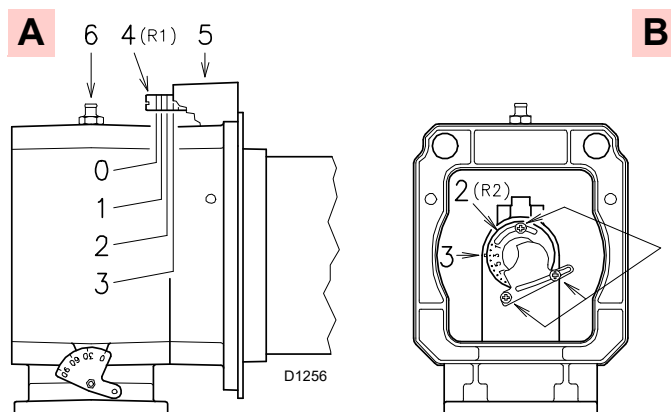
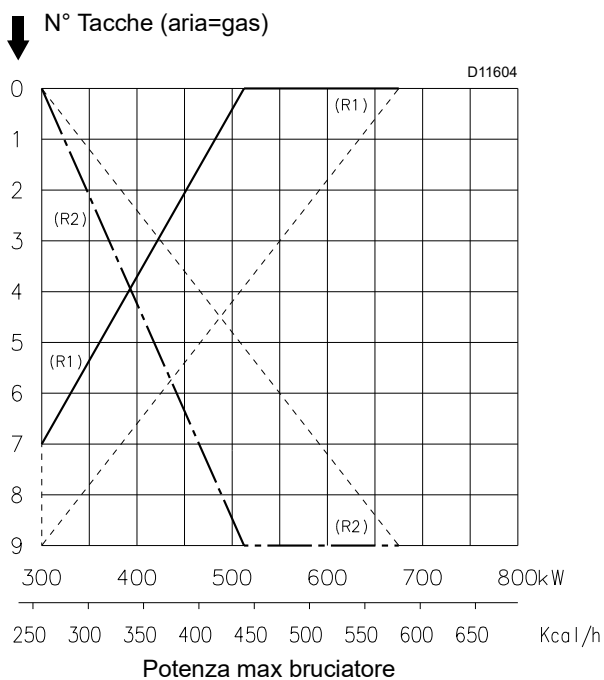

Fig. 13
Fig. 14
A questo punto dell'installazione, boccaglio e manicotto sono fissati alla caldaia come in A)(Fig. 13).
- quella dell'aria R1 (A, Fig. 13)
- quella del gas/aria R2 (B, Fig. 13)
Trovare nel diagramma (Fig. 14) la tacca alla quale regolare sia aria che gas.
Ruotare la vite 4)(Fig. 13) fino a far collimare la tacca trovata con il piano anteriore 5)(Fig. 13) della flangia.
Per facilitare la regolazione, allentare la vite 6)(Fig. 13), regolare e poi bloccare.
Allentare le 3 viti 1)(Fig. 13) e ruotare la ghiera 2) fino a far collimare la tacca trovata con l'indice 3). Bloccare le 3 viti 1).
Dal diagramma (Fig. 14) risulta che per questa potenzialità le regolazioni sono:
Il diagramma (Fig. 14) indica una regolazione ottimale per una tipologia di caldaie secondo Fig. 3 a pag. 10. Se la pressione del gas lo permette, con la chiusura della ghiera 2)(Fig. 13) si ottengono riduzioni sulla formazione di NOx.